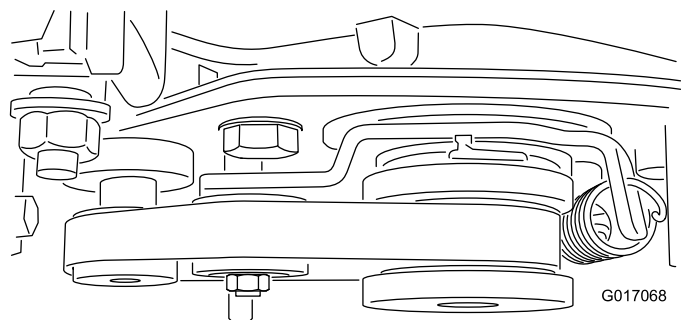

図 15
**重要** ベルトが各プーリおよび溝の中心を通るようにすること 図 15。